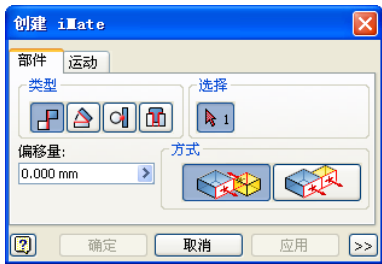

图 4-50 “创建 iMate”对话框
(1) 在螺栓零件中, 单击【管理】标签栏【编写】面板中的【创建 iMate】工具按钮, 则打开【创建 iMate】对话框, 如图 4-50 所示。